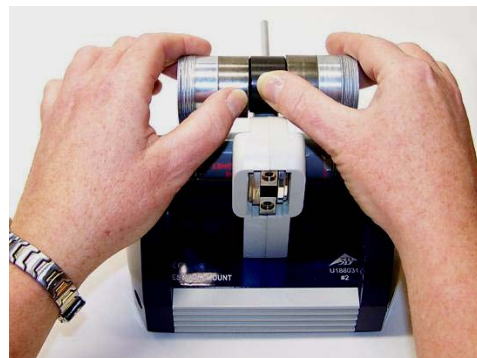

Fig. 3 Soltura do colo do ímã permanente
- Tomar a unidade magnética em ambas as mãos e empurrar o colo para baixo com o polegar (ver Fig. 3).